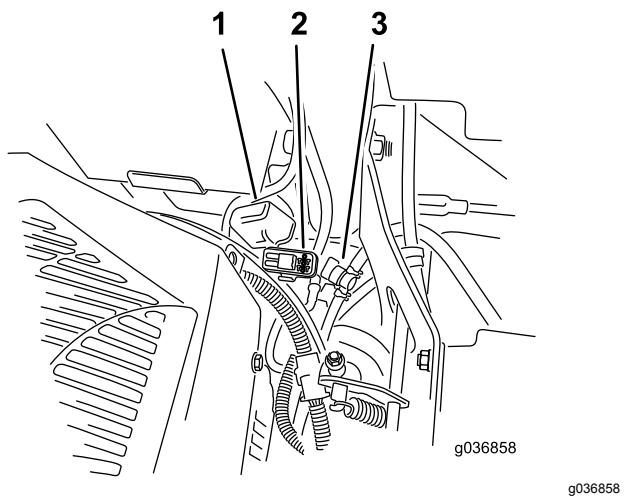

Figura 55
I fusibili sono posizionati sulla consolle di destra vicino al sedile (Figura 55).
2. Montate un fusibile nuovo (Figura 55).